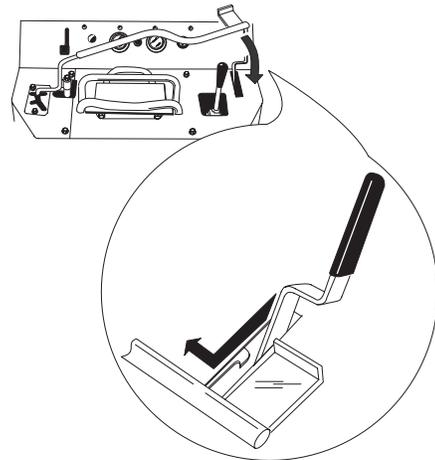

Figure 20
- C. Serrer le frein de stationnement et lâcher la barre de verrouillage de manière à ce qu'elle reste accrochée sous le levier de frein (Fig. 20).